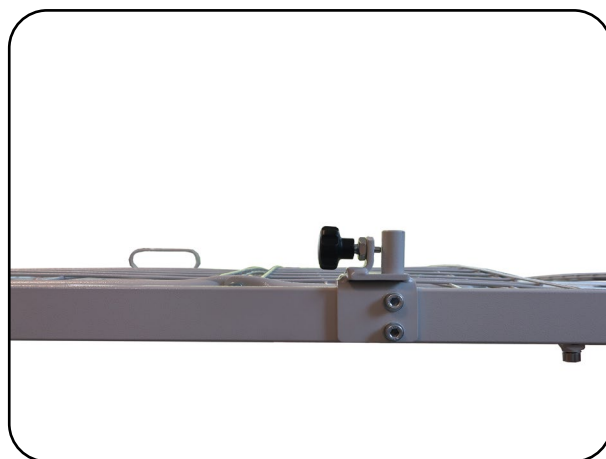

Abb. 6.4.03 - Seitengitteraufnahme montiert
3. Befestigen Sie die Seitengitteraufnahme mit den Zylinderschrauben M8 x 16 mit Scheiben in den Gewindebohrungen an dem Liegeflächenrahmen (Abb. 6.4.03).